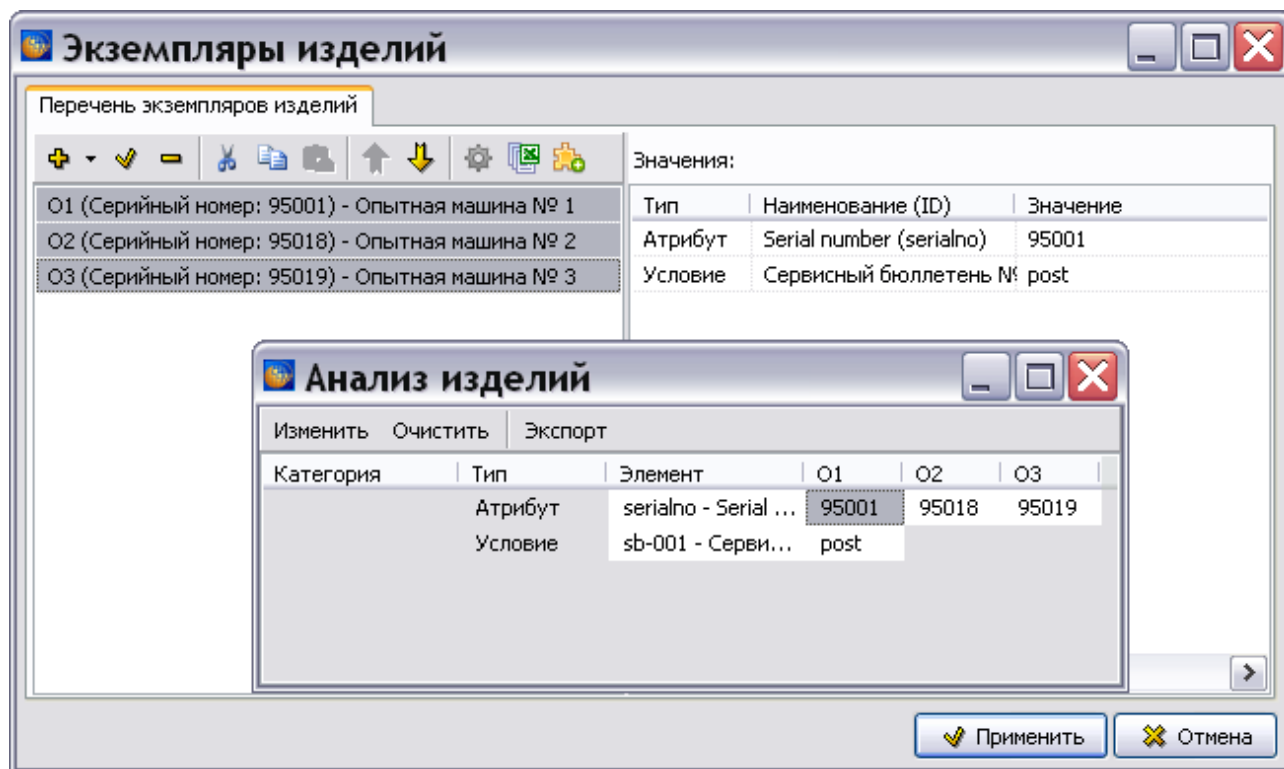

Рис. 22.36
1. В окне **Экземпляры изделий** выделите экземпляр изделия/ экземпляры изделий и нажмите на кнопку **Анализ изделий** . После этого появится окно **Анализ изделий** (Рис. 22.36).